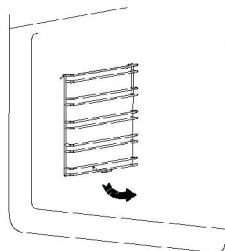

рис. 2
- Поверните решетку внутрь примерно на 90° (рис. 2).